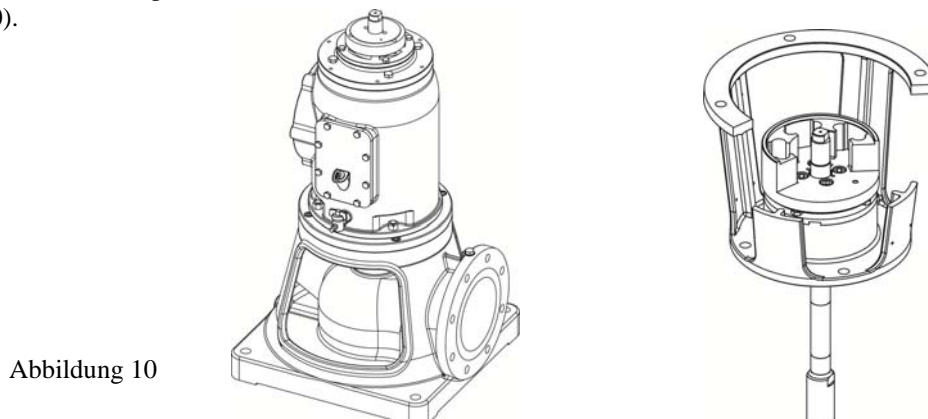

Abbildung 10
- Das Gewinde der Kopfswelle und die Oberfläche der Stellmutter mit einer hauchdünnen Schicht Grafitfett abdecken (Abb. 10).